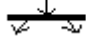

**Рис. 6.** Подготовительная стадия для изображения диаграммы действий
8. Обозначьте на диаграмме начало процесса символом ● "Initial state" в графе, отведенной для изображения действий менеджера отдела приемки (рис. 6). Не забывайте, что работу с графическими формами можно осуществлять только при активированной пиктограмме с изображением стрелки на панели "Форматирование".
9. Направьте стрелку вниз от изображения начала процесса. Для этого перенесите с формы UML Activity изображение стрелки  (Control Flow) (Рис. 6).